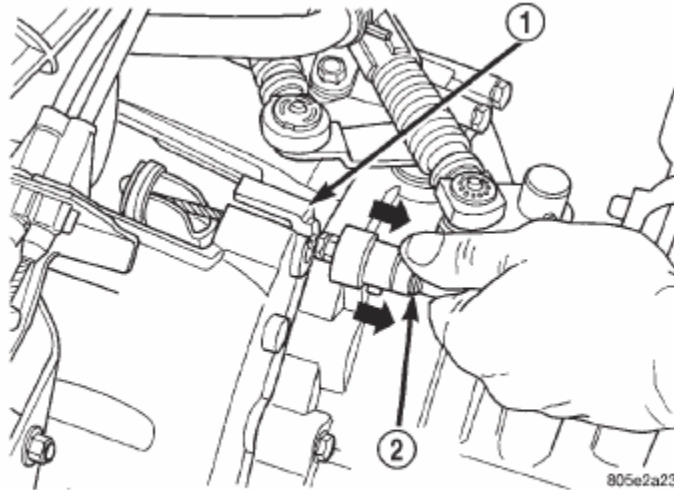

Fig. 10 Cable en el transeje
(3) Tire hacia atrás de la cubierta del cable de embrague e insértela en la caja del transeje (Fig. 10).
(4) Vuelva a instalar la tapa de inspección del cable y el conjunto del depurador de aire. Verifique el funcionamiento del conmutador de posición del pedal de embrague.